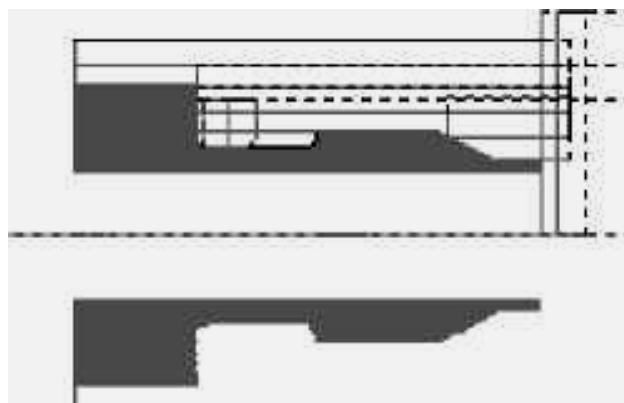

Рисунок 3.6 – Траєкторія руху інструменту і моделювання обробки
3. Натисніть кнопку «Моделирование» на панелі «Моделирование». У діалозі «Моделирование» натисніть кнопку «Старт». Після закінчення моделювання з'явиться повідомлення «Успешное завершение». На екрані з'явиться таке зображення (рис. 3.6).